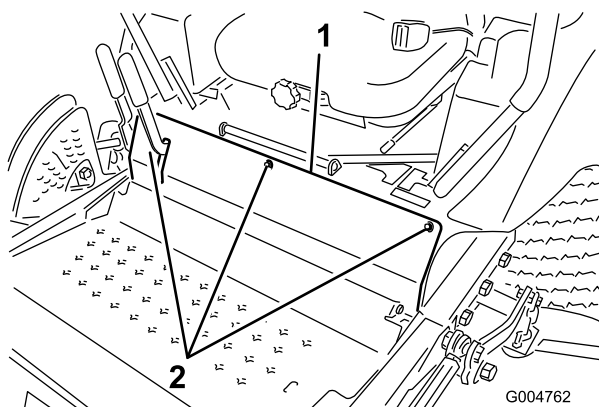

Figura 59
2. Togliete i bulloni che fissano il pannello anteriore, e rimuovete il pannello (Figura 59).